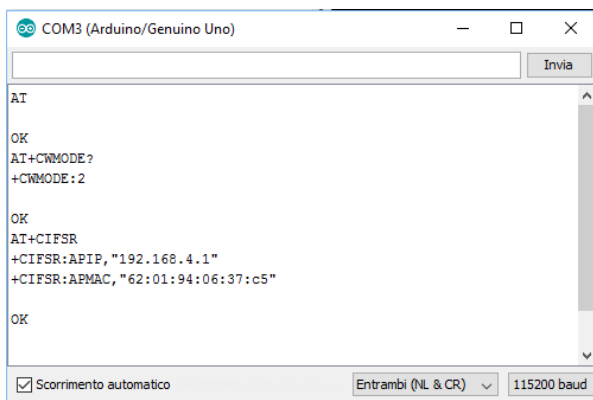

Fig. 1. Predisposizione del monitor seriale.
Il monitor seriale va configurato per 115200 baud e con l'inserimento automatico dei due caratteri di ritorno carrello (CR) e di salta riga (NL) al termine di ogni comando inviato (fig. 1).